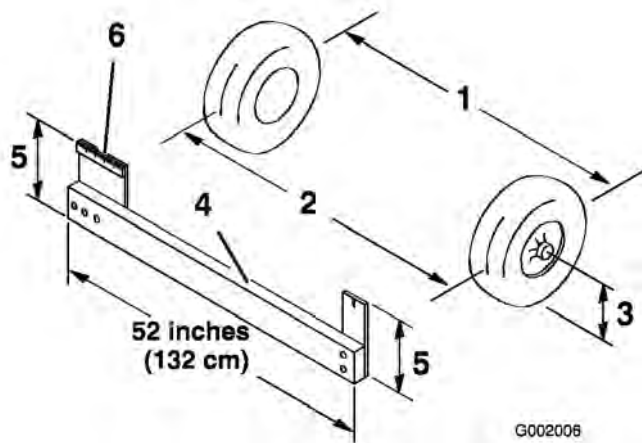

Figure 57
- Mesurez la distance entre les roues avant à hauteur d'essieu, à l'avant et à l'arrière des roues (Figure 57). Un gabarit ou un compas à verges est nécessaire pour mesurer l'arrière des roues avant à hauteur d'essieu. Utilisez le même gabarit ou outil pour mesurer précisément l'avant des roues avant à hauteur d'essieu (Figure 57).